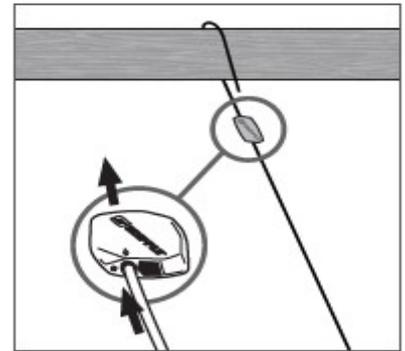

FIGURE 4: THREAD GRIPPLE
1. Наденьте зажим Gripplle на кабель. Пропустите кабель через крепление к потолку (см. рисунок 4). Предварительно убедитесь, что потолок здания рассчитан на подвесные конструкции.